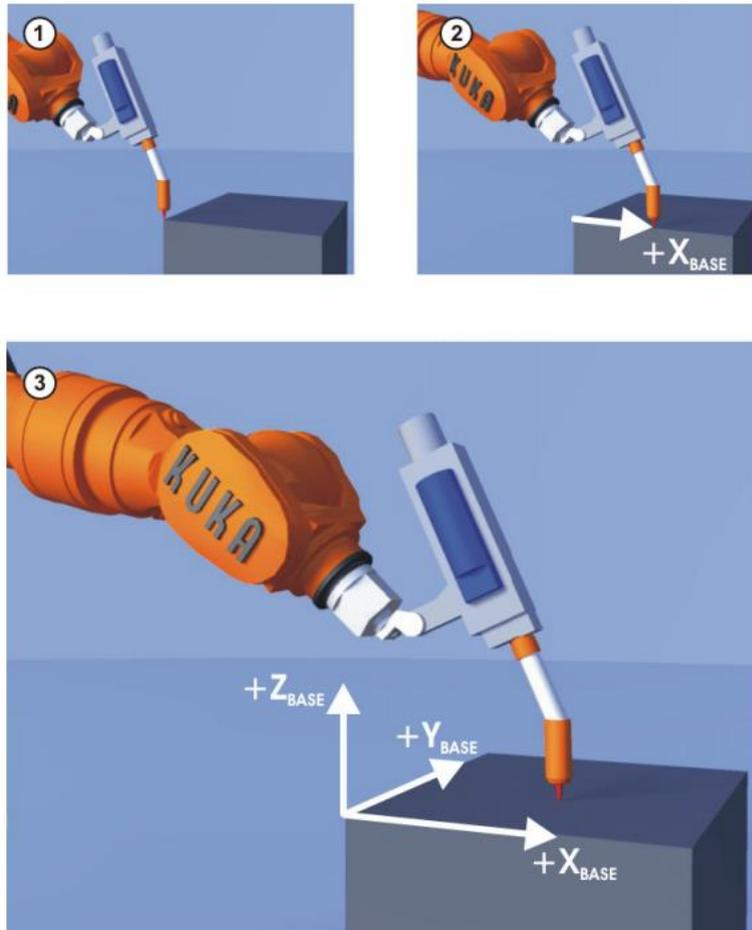

Рис. 1.8 Метод «3 точки» для калибровки базы
**Метод «три точки»** является основным и предполагает запись координат точки, являющейся началом системы координат базы **1**, точки на положительном направлении оси  $X_{BASE}$  **2** и точки на плоскости  $X_{BASE} Y_{BASE}$  **3** (рис. 1.8). Последовательность калибровки следующая. Сначала выбираем в главном меню «Ввод в эксплуатацию» > «Управление инструментами и базами». Далее необходимо коснуться клавиши «База/Стационарный инструмент» и нажать клавишу «Добавить» (рис. 1.4). Далее в открывшемся окне, похожем на окно калибровки инструмента без поля «Данные нагрузки» (рис. 1.5) выбрать «свободный» номер базы, присвоить ей имя и в поле «База/Стационарный инструмент» выбрать «База». Далее нажать клавишу «Калибровка» и выбрать из двух методов метод «3 точки».